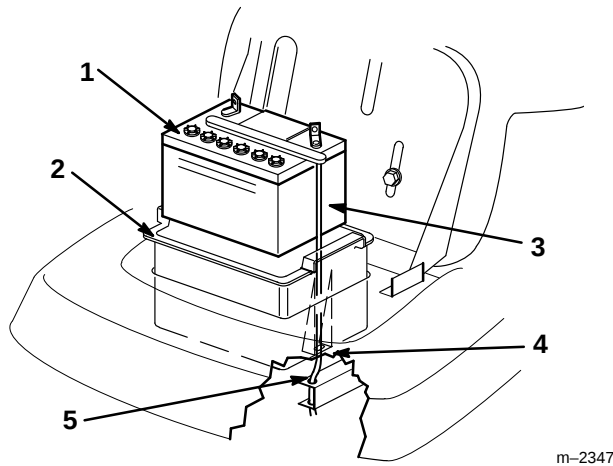

Abbildung 20
5. Batteriekasten, Batterie und den langen Entlüftungsschlauch vom Chassis entfernen (Abb. 20).
1. Die Batterie in den Batteriekasten setzen und den Entlüftungsschlauch in den Kanal und durch den Schlitz in der Unterseite des Kastens schieben (Abb. 20).
Wichtig: In den ausgeschnittenen Bereich hinuntersehen, wo der Batteriekasten im Chassis sitzt. Auf das Loch am Ende der rechten Rahmenstange achten (Abb. 20). Immer den langen Batterie-Entlüftungsschlauch durch das Loch anbringen, um zu verhindern, daß Batteriesäure Traktor und Mähwerk angreifen kann.
2. Batteriekasten und Batterie im Chassis anbringen (Abb. 20). Darauf achten, daß das Ende des Entlüftungsschlauchs durch das Loch im Rahmen geschoben wird (Abb. 20).